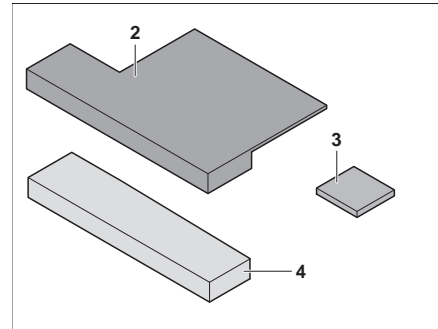

Fig. 141 Coussin supplémentaire
- Mettre en place la cale de siège (Fig. 141,3) au coussin supplémentaire (Fig. 141,2) (avec fermeture Velcro).